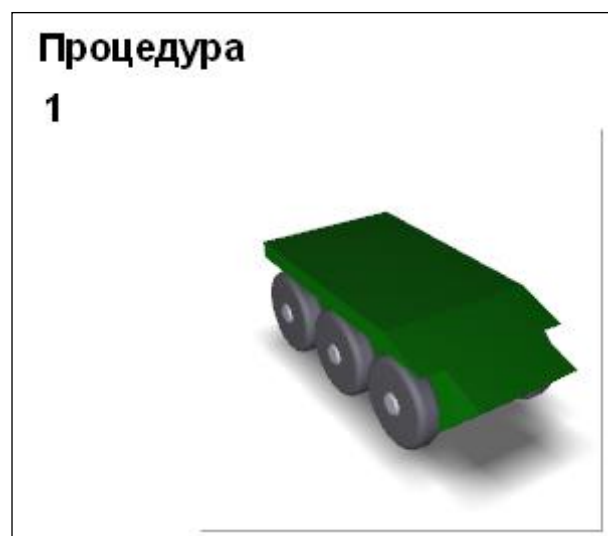

Рисунок 424
4) Введите параметры объекта и вставки и нажмите на кнопку **Вставить**. Результат вставки 3D модели показан на рисунке (рисунок 424).